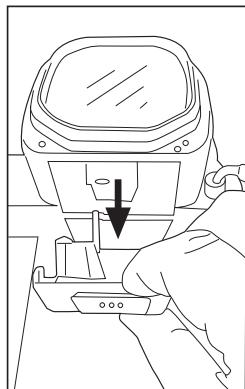

Fig. 17
- Despu s de sujetar la tolva, aplique una ligera presi n para liberarla del cuerpo m quina (**Fig.17**)